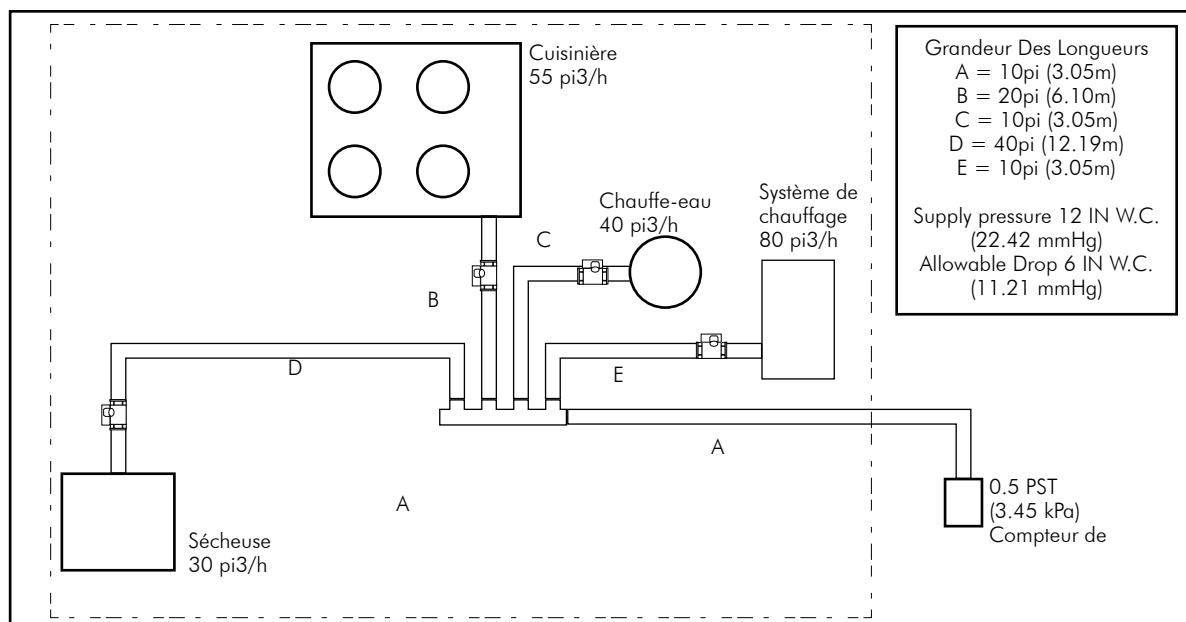

FIG. 3-3 EXEMPLE 2- SYSTÈMES BASSE PRESSION, 12 COL. H₂O (22,42 MMHG), CONFIGURATION PARALLÈLE
1. Le système illustré à la FIG. 3-3 est typique d'une habitation unifamiliale avec plusieurs appareils et des charges moyennes. Les appareils sont installés séparément plutôt que tous ensemble, et la configuration choisie est parallèle. La pression d'alimentation la plus élevée de 12 po col. H2O (22,42 mmHg) permet une perte de pression supérieure, 6 po col. H2O (11,21 mmHg) que dans les systèmes basse pression.
- Sélectionnez le tableau N-4 (page 49) « Basse pression 12 po col. H2O (22,42 mmHg) avec 6 po col. H2O (perte 11,21 mmHg). Il montre que le diamètre de ½ po (13) est trop petit pour 205 pi3/h à 50 pi. (15,24 m), mais que le diamètre de ¾ po (19) peut traiter 365 pi3/h.